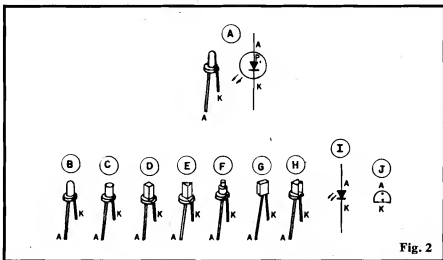

Fig. 2
Mais especificamente quanto aos LEDs, a fig. 2 traz importantes informações visuais que devem ser estudadas pelo hobbysta, principalmente se este ainda não tem muita prática.
Em 2-A vemos o LED "pisca" (MCL5151P) em sua aparência e símbolo, já com os terminais devidamente identificados. Em seguida, nas figs. 2-B até 2-H, vemos as aparências dos diversos formatos de LEDs disponíveis no mercado (respectivamente redondo **standart**, redondo "chato", quadrado, triangular, "ponto", retangular e "seta"). Em 2-I temos o símbolo universalmente adotado para representar os LEDs comun. Finalmente, na fig. 2-J mostramos a estilização adotada no "chapeado" da montagem do LEGAL para todos os LEDs, com a posição relativa dos terminais de anodo (A) e catodo (K) nitidamente indicada. Lembrar que, como norma geral, o terminal de catodo (K) é sempre o mais curto, ou o que sai da peça junto a um pequeno chanfro lateral existente na base da "cabeca" do LED... Entretanto, alguns fabricantes (sempre